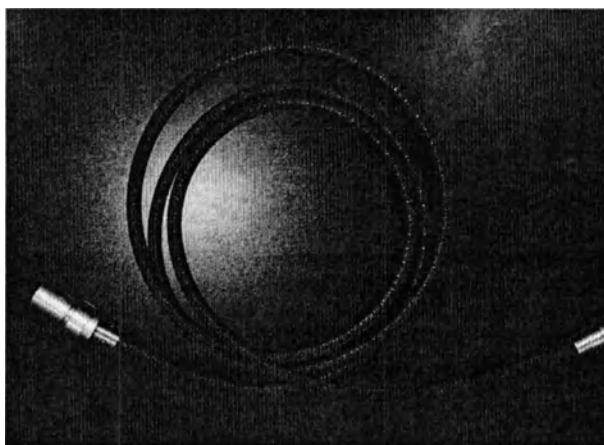

Рис. 12.26 – Волоконная система вывода излучения тип А
12.11.1 Волоконная система вывода излучения тип А представляет собой волоконный кабель в защитной гибкой оболочке с разъемом на обоих концах для подключения к прибору и манипуляторам. Внешний вид волоконной системы вывода излучения тип А представлен на рис.12.26.